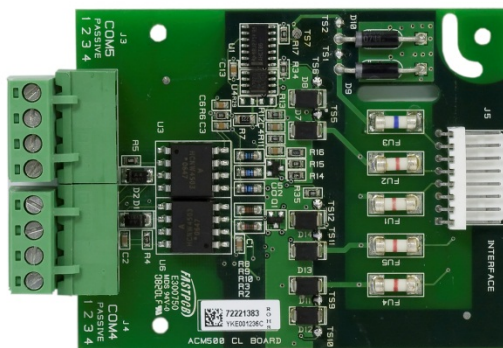
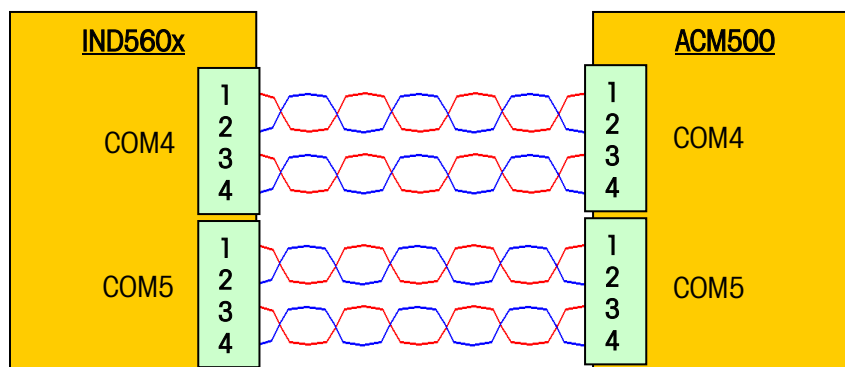

Abbildung 3-11: Schnittstellenplatine der Stromschleife
Abbildung 3-12: Eigensichere serielle Schnittstellenverdrahtung
- Folgen Sie den Verdrahtungsverbindungen, die in Abbildung 3-12 und Tabelle 3-3 dargestellt sind. Beziehen Sie sich auf die Abbildung 3-11 als Hilfestellung bei der Identifizierung der Terminal-Positionen. Achten Sie darauf, dass Sie die interne Verdrahtung so kurz halten, wie dies praktisch möglich ist.
- Folgen Sie den Verdrahtungsverbindungen, die in Abbildung 3-12 und Tabelle 3-3 dargestellt sind. Beziehen Sie sich auf die Abbildung 3-11 als Hilfestellung bei der Identifizierung der Terminal-Positionen. Achten Sie darauf, dass die internen Drähte so kurz wie praktisch möglich sind.